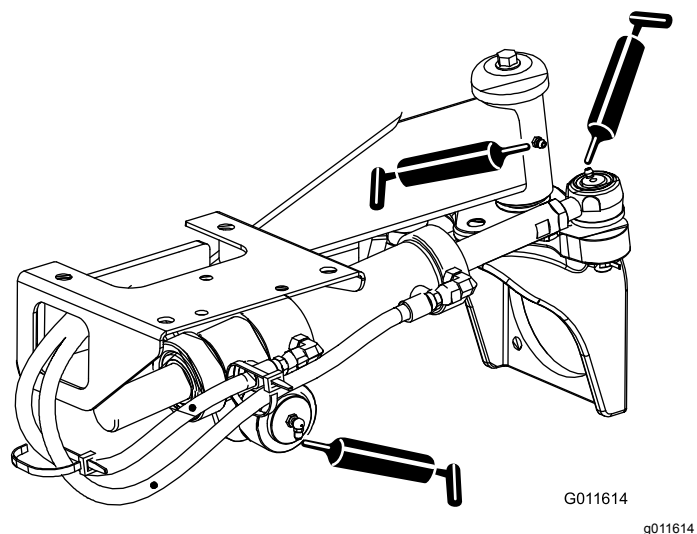

図 35
- ステアリングシリンダのボールジョイント2ヶ所と後アクスル1ヶ所 — 図 35